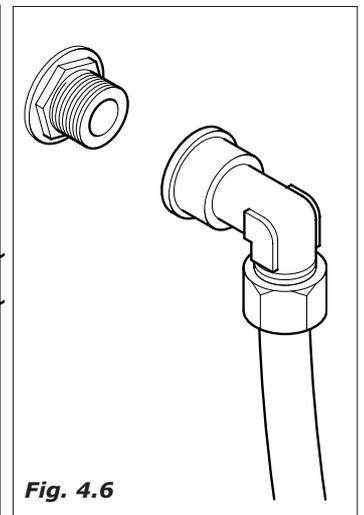

Fig. 4.6
- la conexión prevista es de 3/8 macho(Fig.4.6).